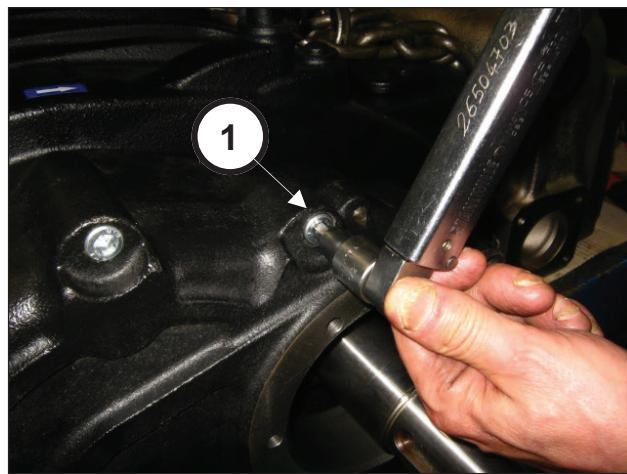

Рис. 86
Установите крышку редуктора (поз. ①, Рис. 85) и закрепите ее 8 винтами M10x50 (поз. ①, Рис. 86).